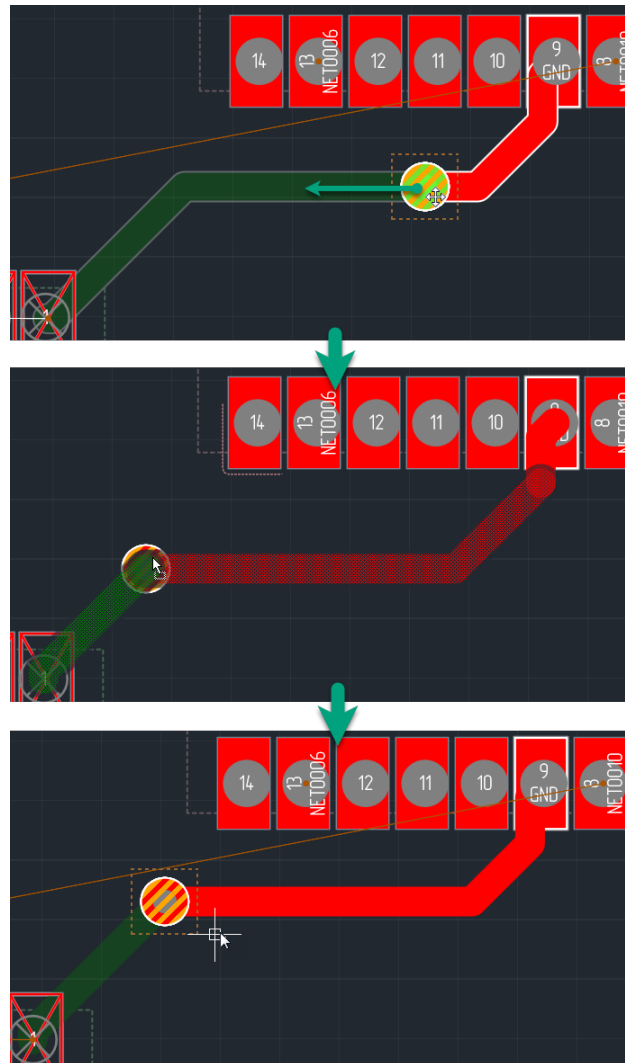

Рис. 211 Перемещение межслойного перехода с подключенными треками
2. Переместить курсор в ту точку, куда нужно переместить переходное отверстие. Перемещение курсора должно быть плавным, чтобы треки, подключенные к переходному отверстию, были корректно изменены, см. Рис. 211. Во время перемещения курсора на экране отображается возможный вид межслойного перехода, возможное положение треков обозначается «пунктиром».